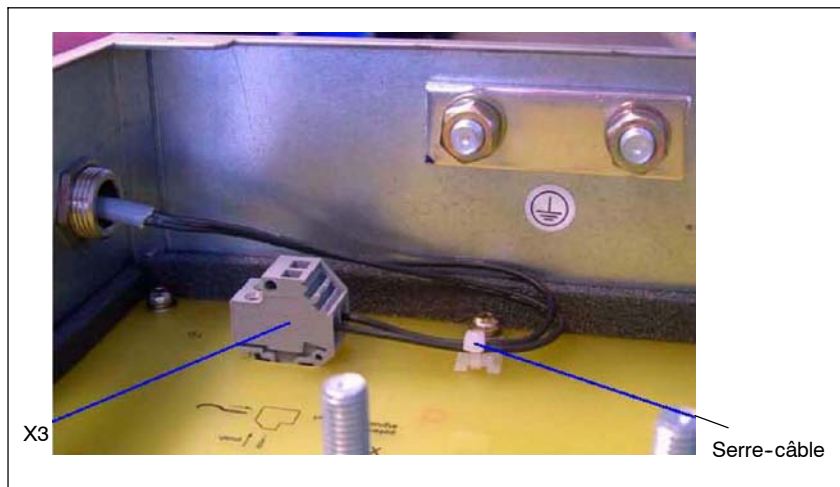

Fig. 8-50 Raccordement du contact de signalisation X3 pour VPM 200 et VPM 200 Dynamik
- Raccorder les câbles sur X3 et fixer avec une serre-câble (voir figure 8-50)
- K2 v/j (PE) ⇒ PE1